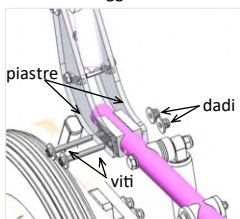

fig. 8.1: Reg. profund. parte posteriore
• Regolazione profondità parte posteriore (fig. 8.1):